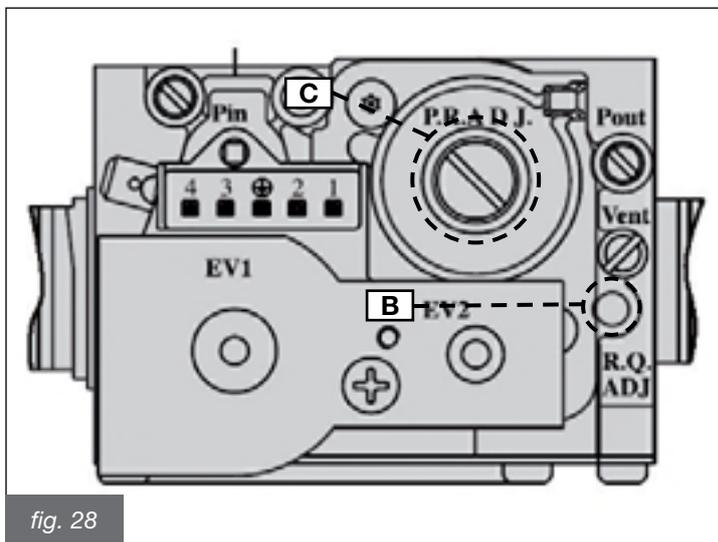

fig. 28
- Regolare il valore dell'anidride carbonica (CO₂) nei fumi ruotando il regolatore di rapporto B (fig. 28) e assicurarsi che rientri nei limiti della tab. 16. Lasciare la caldaia in modalità spazzacamino e portarsi al passo successivo di regolazione alla potenza minima.
- Regolare il valore dell'anidride carbonica (CO₂) nei fumi ruotando il regolatore di offset C (fig. 28) e assicurarsi che rientri nei limiti della tab. 16.